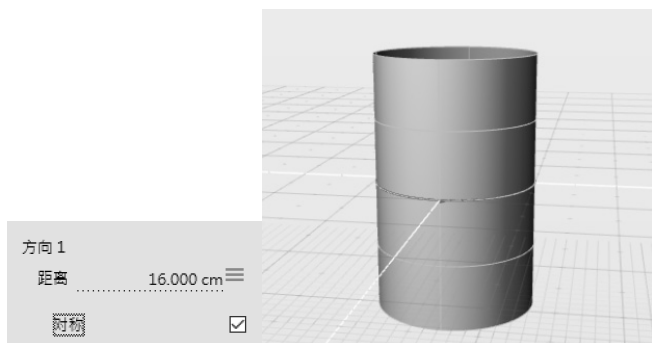

图 4-19 勾选“对称”复选框（左），获得两侧对称的挤出曲面（右）
3) 绘制结束后，在“挤出”曲面的控制面板中，勾选“对称”复选框，可获得基于曲线圆两侧距离对称的曲面，如图 4-19 所示。